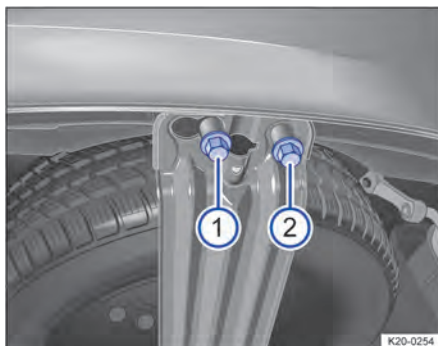

Fig. 219 Sous le véhicule : vis de sûreté ① et vis de fixation ② du support de roue de secours
1. Desserrez la vis de sûreté → fig. 219 ① à l'aide de la clé démonte-roue comprise dans l'outillage de bord jusqu'à ce qu'elle tourne dans le vide.
2. Dévissez entièrement la vis de fixation → fig. 219 ②.
6. Vissez entièrement la vis de fixation → fig. 219 ② à l'aide de la clé démonte-roue.
7. Vissez entièrement la vis de sûreté → fig. 219 ① à l'aide de la clé démonte-roue.